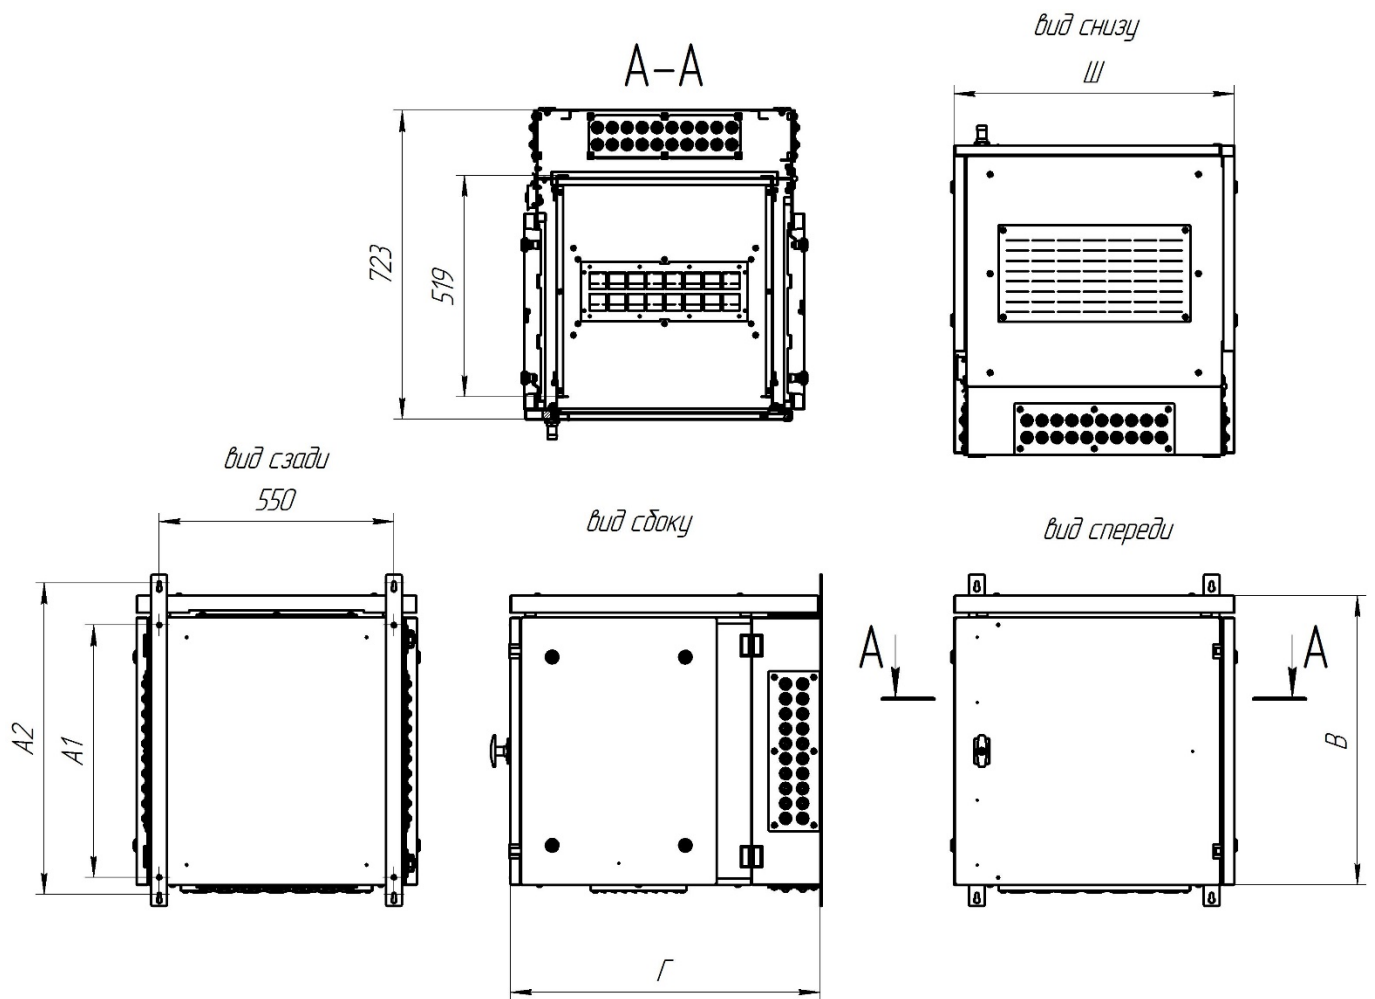

рис. 1
Основные размеры шкафов представлены на Рис. 1
- Произвести разметку отверстий для крепления шкафа на стене. Это можно сделать непосредственно приложив шкаф к стене и разметить отверстия по месту или воспользоваться размерами из Таблицы 1 и Рис.1.